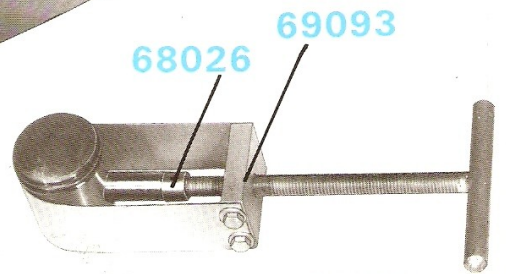

Figure 7
- Placer le piston à l'intérieur de l'outil n° 69093 muni de l'embout court n° 68026 (figure 7).